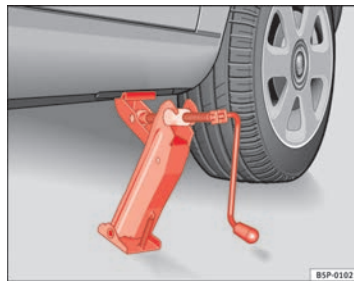

Abb. 178 Wagenheber anbringen
- Richten Sie den Wagenheber so aus, dass seine Klaue den Steg des Unterholms umfasst und die bewegliche Grundplatte plan auf dem Boden aufliegt ⇒ Seite 273, Abb. 178.